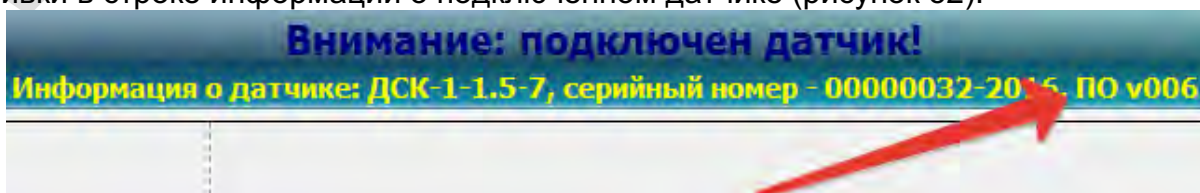

Рисунок 52 – Проверка версии прошивки датчика
3.19.8 Запустить программу ДСК-1 и подключиться к датчику. Проверить номер прошивки в строке информации о подключенном датчике (рисунок 52).